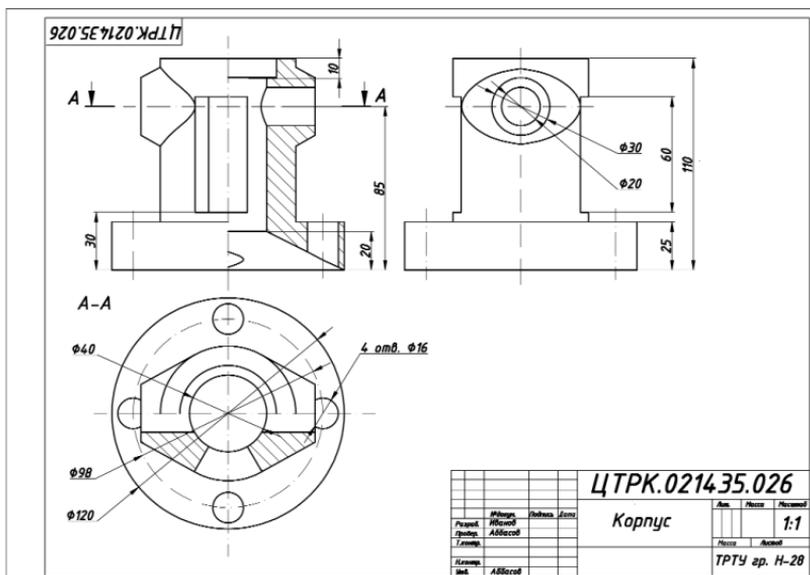

Рис. 6.4. Нанесение штриховки и простановка размеров
- с помощью инструмента **Dimension** (Размер) проставляем размеры, согласно рис. 6.4.